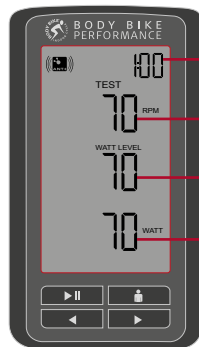

Рис. 39
4. Верхнее значение – это частота вращения педалей. Вам нужно стараться поддерживать его на уровне 70, насколько это возможно (см. рис. 39).
5. Значение в средней части экрана, это целевое значение в ваттах. Значение в нижней части экрана – это ваша текущая мощность в ваттах (см. рис. 39). Отрегулируйте нагрузку до такого уровня, чтобы ваша мощность соответствовала значению, указанному в средней части экрана. Стрелочки в нижнем левом углу дисплея подскажут, необходимо уменьшить или увеличить нагрузку.
6. Каждые 2 минуты значение в ваттах будет увеличиваться на 35 ватт. Снова отрегулируйте сопротивление, чтобы ваша мощность соответствовала целевому значению. Вы можете контролировать время в правом верхнем углу дисплея (см. рис. 39).